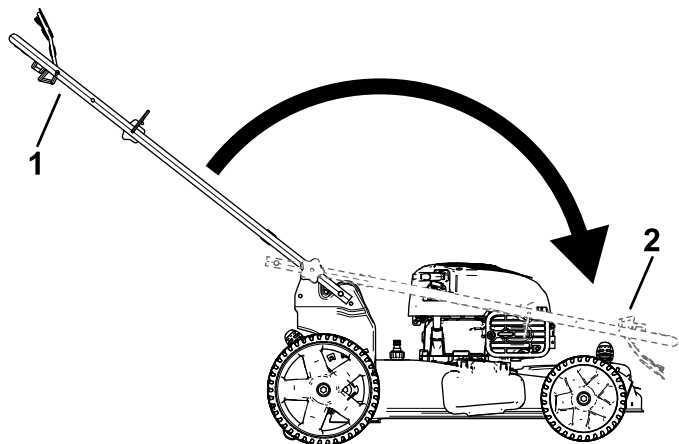

Bild 24
2. Klappen Sie den Griff ein, indem Sie ihn ganz nach vorne drehen (Bild 24).